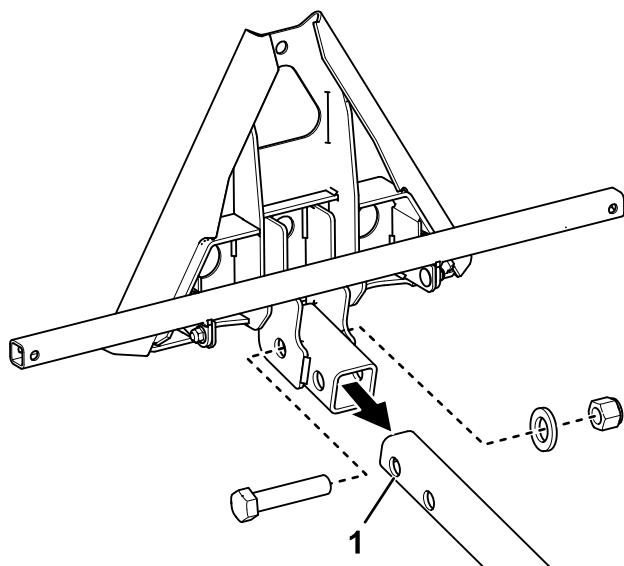

Figure 8
3. Accouplez l'adaptateur d'accessoire arrière à la barre d'attelage à l'aide d'un boulon à tête hexagonale ($\frac{3}{4} \times 3\frac{1}{2}$ po), d'une rondelle plate et d'un contre-écrou ($\frac{3}{4}$ po), comme montré à la Figure 8.